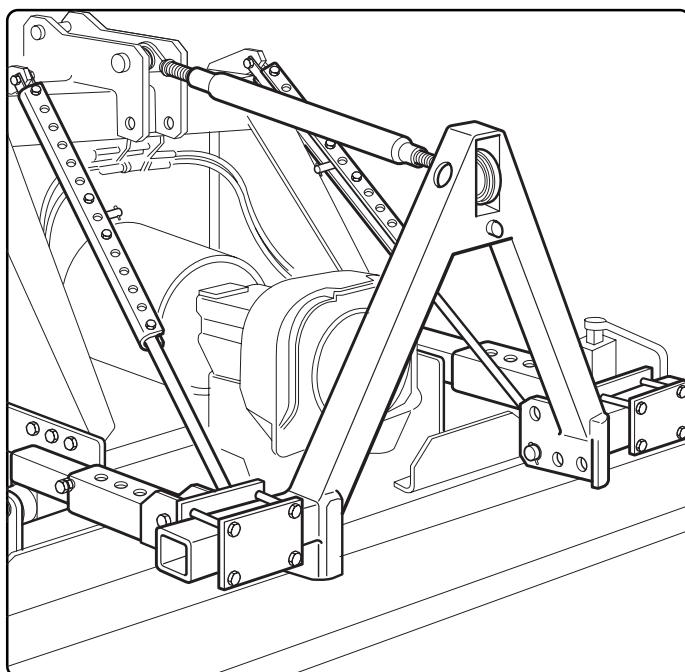

Fig. 9
Con la «Combinata» può essere fornito il triangolo per l'aggancio e lo sgancio rapido della seminatrice dall'attrezzatura a cui viene accoppiata. Il triangolo viene montato stabilmente sull'attrezzatura (es. erpice) (Fig. 9).
*The triangle for quick connecting and disconnecting the seeder and the equipment to which it is coupled can be supplied with the «COMBINATA» (COMBINE). The triangle is fitted permanently to the equipment (e.g. harrow) (Fig. 9).*
Gemeinsam mit dem Modell «Kombiniert» kann auf Wunsch des Kunden ein Dreieck zum schnellen an- und abhängen der Sämaschine an die damit kombinierte Landwirtschaftsmaschine geliefert werden. Dieses Dreieck wird fix auf die Landwirtschaftsmaschine montiert (z.B. Egge) (Abb. 9).
*Le triangle pour l'accrochage et le décrochage rapide du semoir de la machine à laquelle il est assemblé peut être fourni avec la machine «Combinée». Le triangle est monté de façon stable sur la machine (ex. herse) (Fig. 9).*
Con la sembradora «Combinada», puede suministrarse el triángulo para el enganche y desenganche rápido de la sembradora al equipo con el cual se la acopla. El triángulo se monta de manera fija al equipo (ej.: grada) (Fig. 9).